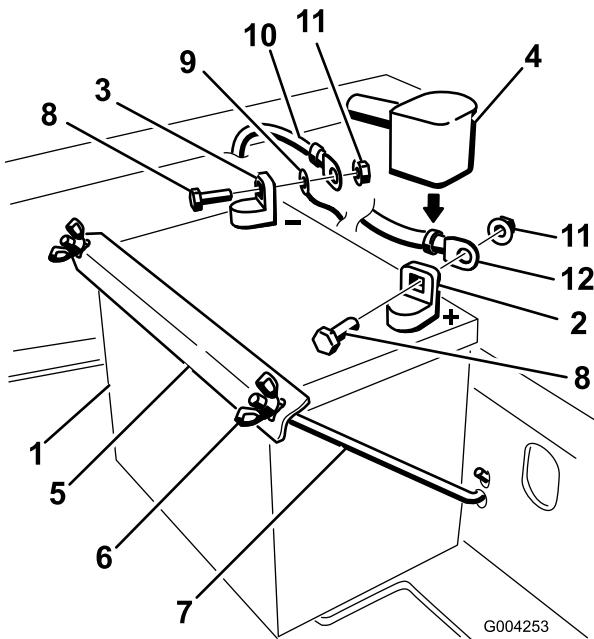

Figure 36
4. Commencez par débrancher le câble négatif et le câble de masse de la borne négative (-) de la batterie (Figure 36).
5. Ôtez le capuchon rouge de la borne positive (rouge) de la batterie. Débranchez ensuite le câble positif (rouge) de la batterie (Figure 36).
6. Retirez les deux écrous à oreilles (1/4 pouce) qui fixent la barrette de maintien de la batterie (Figure 36).
1. Placez la batterie dans son support en tournant les bornes vers le moteur (Figure 36).
4. Fixez les câbles avec 2 boulons (1/4 x 3/4 po), 2 rondelles (1/4 pouce) et 2 contre-écrous (1/4 pouce) (Figure 36).
6. Fixez la batterie en position avec des boulons en J, une barrette de maintien et 2 rondelles (1/4 pouce), ainsi que 2 écrous à oreilles ((1/4 pouce)) (Figure 36).